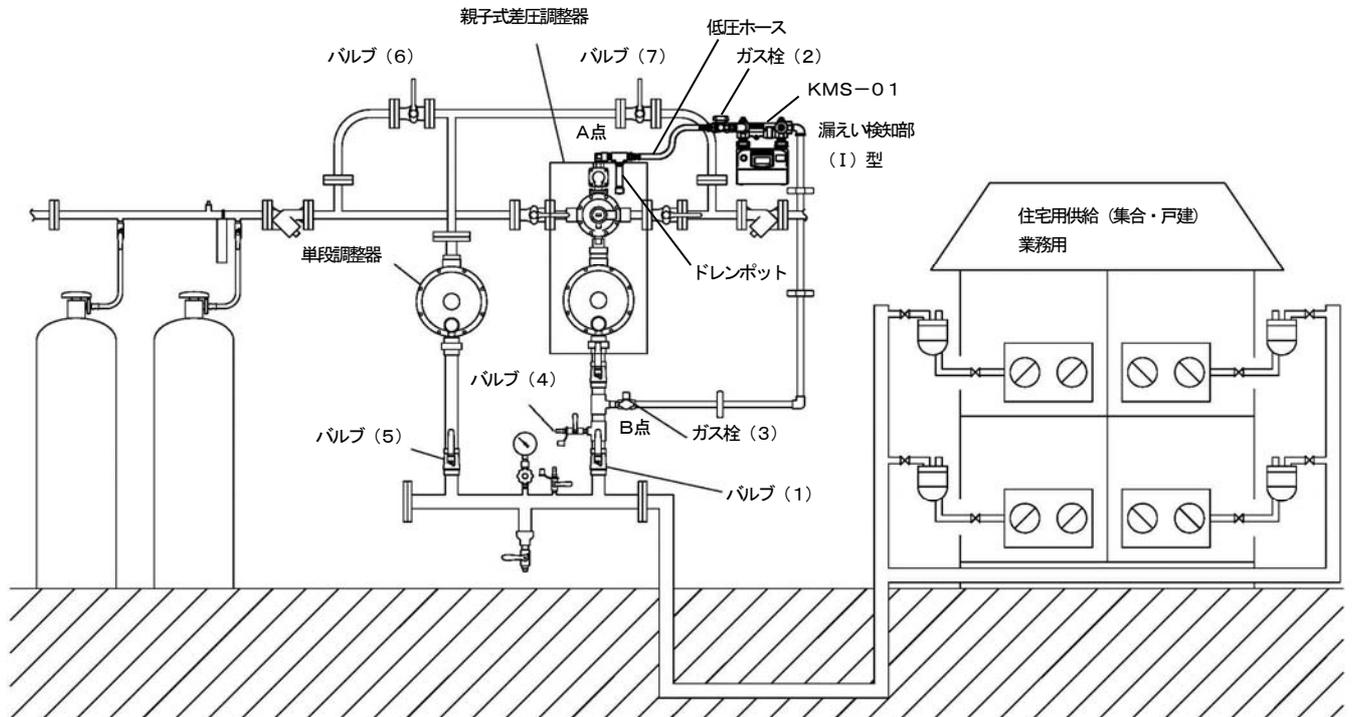

図5
- ・ 弊社では、図5の設置例図に基づく供給設備工事を簡単に効率良く行うための「集合管ユニット」をご提供しておりますのでご活用ください。
- ②漏えい検知部は必ず子調整器の低圧配管に取付けてください。(図5の設置例図をご覧ください。)
- ①親子式差圧調整器や漏えい検知部を配管に接続するときは、ガス入口とガス出口を間違えないようにしてください。装置が正常に作動しなくなります。
- ②配管に無理な力が加わらないようにしてください。
- ③親子式差圧調整器や漏えい検知部を接続する配管内に切粉・水・ゴミ等の異物が無いことを確認した後に、取付け作業を行ってください。装置の誤作動やガス漏れの原因となります。
- ④子調整器の出口から合流部までの配管は、管サイズ1/2B(15A)とし、長さを10m以内としてください。(図5の設置例図をご覧ください。)
- ⑤漏えい検知部の入口側配管の下端には、付属のドレンポットを取付けてください。
- ⑥図5の設置例図内の、ガス栓(2)、(3)の位置を参考にして付属の検査孔付ねじガス栓を取付けてください。
- ⑦設置例図を参考にして、バルブ(別売)を取付けてください。
- ⑧バイパスラインは供給設備の定期点検、機器の取替え等に必要なので必ず設置してください。